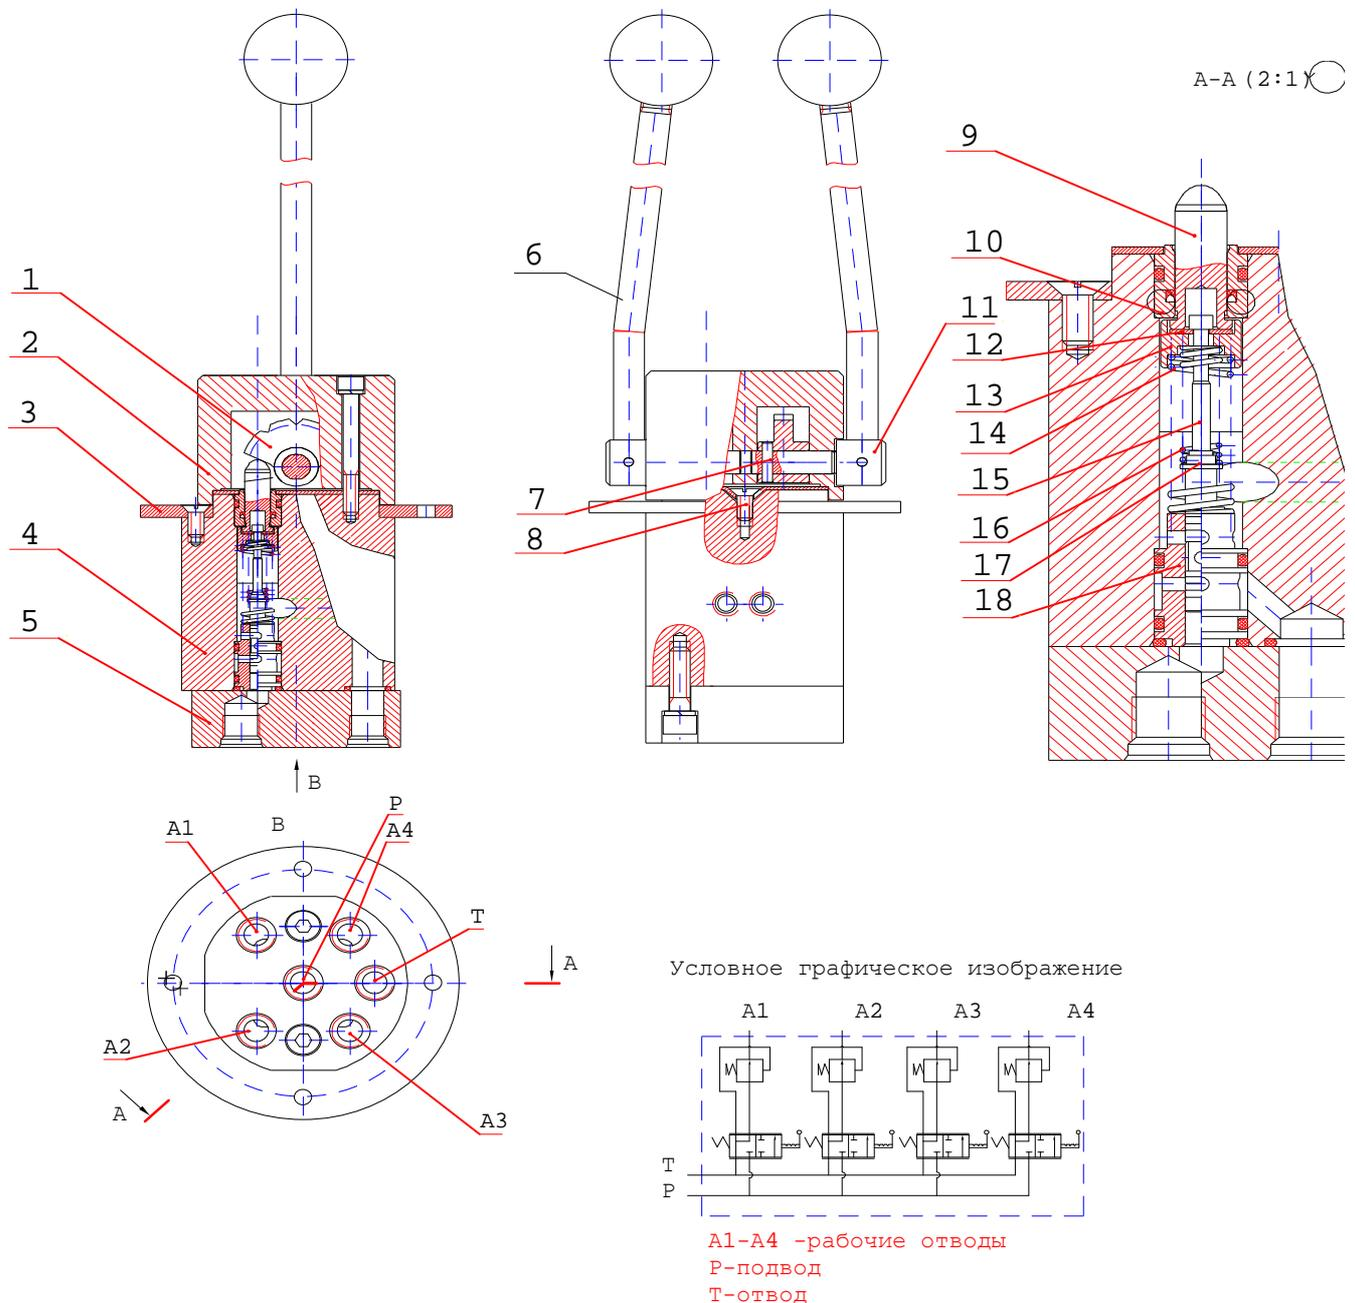

Рис. 50 Блок управления с двумя рычагами
3) Блок управления, отличающийся от блока II отсутствием шариковых фиксаторов, (рис. 50) с возвратом в нейтральное положение рычага при снятии с него управляющего усилия. На экскаваторе этот блок имеет только один рычаг управления.